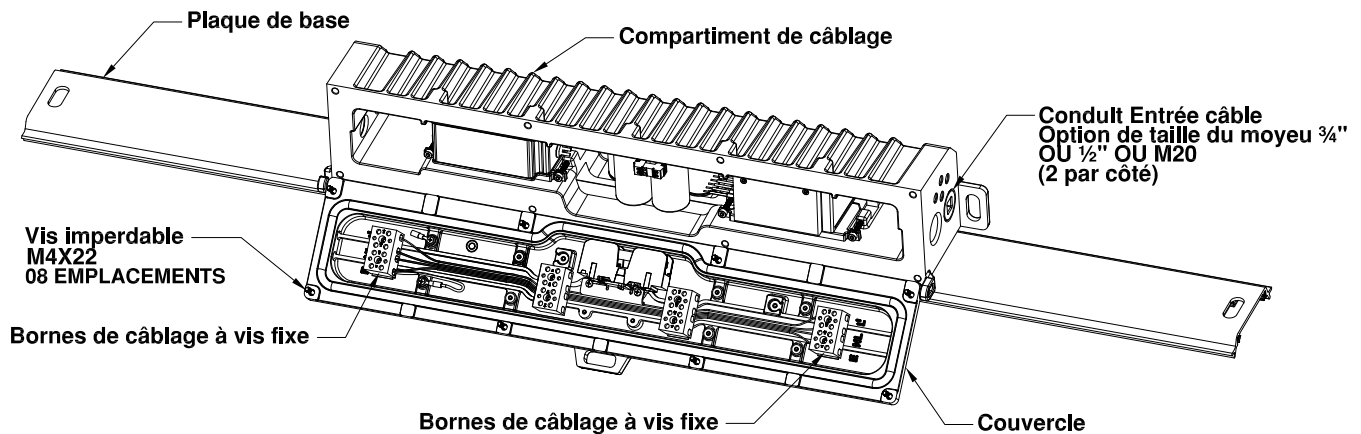

FIGURE 6: LUMINAIRE D'URGENCE RIGMASTER AVEC OPTION DE TERMINAL À VIS
2. Ouvrez le compartiment de câblage du luminaire en desserrant les huit vis imperdables. Laissez le couvercle s'ouvrir pour permettre l'accès au compartiment de câblage. Voir la Figure 6
2. Ouvrez le compartiment de câblage du luminaire en desserrant les huit vis imperdables. Laissez le couvercle s'ouvrir pour permettre l'accès au compartiment de câblage. voir Figure 5 / Figure 6.